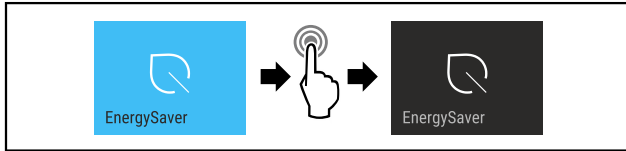

Fig. 18
- ▶ Genomför stegen (se Fig. 18) .